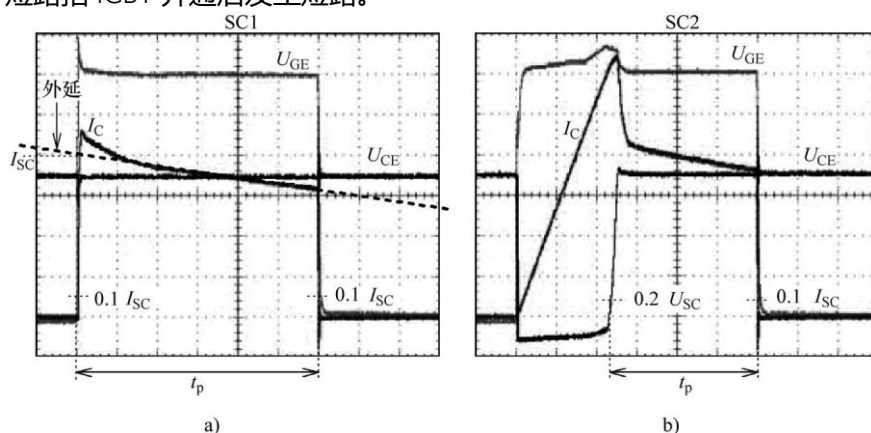
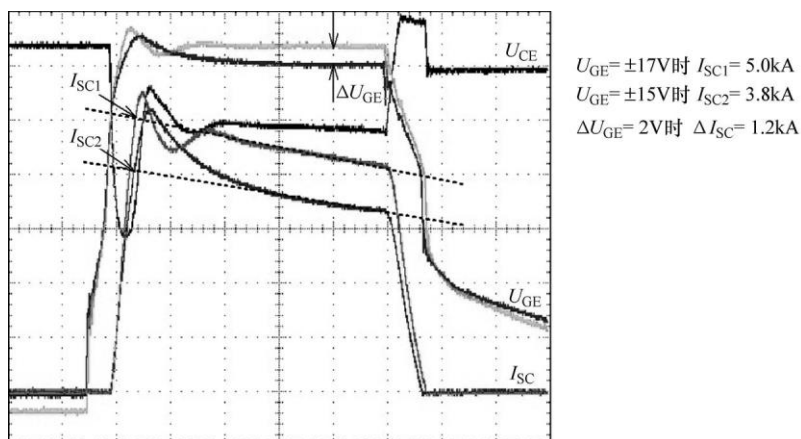
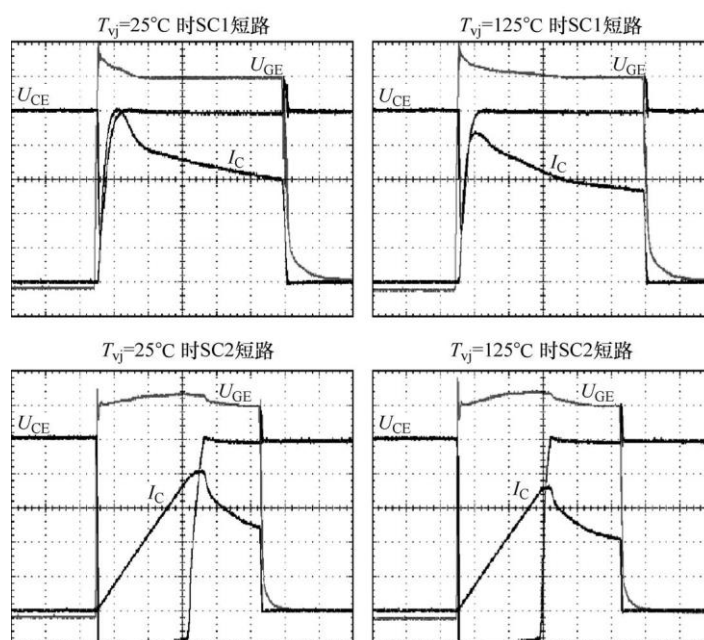

图 3.31 SC1 和 SC2 短路
图 3.32 不同 U_{GE} 时的短路电流 I_{SC}
图 3.33 短路电流 I_{sc} 和结温 T_{vj} 之间的关系(测试条件一致,且没有采用栅极或集电极钳位)
正如前文提到的,可以在图 3.1 所示的半桥电路中测试 IGBT 的短路特性 SC1 和 SC2,如图 3.31 所示。SC1 型短路是指在 IGBT 开通前,已经发生短路,测试中电感 L 需要更换为一个低电感的导线实现桥臂短路。SC2 短路指 IGBT 开通后发生短路。
虽然演示 SC2 短路有一定的危险性,但可通过以下步骤模拟:如图 3.1 所示的半桥测试电路中,用一只几十 nH 的小感量电感 L 。当 IGBT 开通时,集电极电流以正斜率 di_C/dt 上升,电感承受全部电压。当短路电流大到一定程度时,IGBT 开始退饱和。这时电流不再上升,比如 di_C/dt 趋向于零。因此电感不再承受电压,IGBT 也从饱和模式进入短路工作模式。电感的取值要保证 IGBT 在 $5\mu s$ 后进入退饱和模式。图 3.31 给出了两种短路特性的实验结果。对于 SC1 型短路,短路时间 t_p 指电流从上升 I_{SC} 10% 的时刻开始到短路电流下降到 10% 时的时间。然而对于 SC2 型短路,这个时间是从电压上升到 20% 的 U_{DC} 时开始,到电流下降到 10% 的 I_{SC} 为止。
- 驱动电压 U_{GE} :数据手册给出的短路电流或短路 SOA 图表,通常指定驱动 $U_{GE}=15V$ 。不同 U_{GE} 时的短路电流 I_{SC} 如图 3.32 所示。由于 IGBT 存在跨导[⊖],即集电极电流依赖于驱动电压,驱动电压增大或减小会影响短路电流的增大或减小。因此对于 SC1 短路,短路电流不是集电极电流 I_C 的峰值电流,而是在驱动电压为 15V 时,短路电流的线性外延值,如图 3.31a 和图 3.32 所示。
• 短路时间 t_{SC} : 短路时间表明了多长时间的短路会对 IGBT 产生影响(图 3.31 中的 t_p)。一般情况下, 短路时间是由短路能量决定的, 短路能量可通过在短路时间内对短路电流和电压的乘积积分计算得到。但是, 需要特别注意的是, 短路电流越大, 所允许的短路时间就越短。如果短路时间过长, 就会损坏元件。因此如果发生短路, 需要在短路时间内关断 IGBT, 这就对驱动电路提出更高的要求。常用短路时间 t_{SC} 的取值范围在 $6 \sim 10\mu s$, 而短路电流在 $4 \sim 8$ 倍的额定电流。需要注意的是, 短路时间 t_{SC} 只适用于数据手册中指定的条件。比如, 如果 IGBT 在很低的直流母线电压下运行, 那么 t_{SC} 也可以选取更大的值。但是, 厂商很少给出这种关系。短路时间不是唯一的判定标准, 进一步分析可以看出, 可以用短路时芯片内部传递的能量 E_{SC} 来替代短路时间。但是集-射极电压会影响短路能量, 而前者又受到比如换流回路的杂散电感、短路电流等的影响。同样, 短路电流依赖于驱动电压, 而驱动电压又与电压梯度 dU_{CE}/dt 及结温相关。这些参数之间的相关性来之于实际的应用对象, 很难确定其间的定量关系。所以为了简化, 厂商给出了最大短路时间作为一个参考值。
• 结温 T_{vj} : 在短路之前, 结温通常低于数据手册中给出的最大结温 $T_{vj,op}$ 。当 IGBT 短路时, 产生的热量使得芯片温度上升, 当结温超过芯片的极限温度($\geq 200^\circ C$)时就可能损坏。IGBT 温度升高也是图 3.31 和图 3.32 测量的集电极电流下降的原因。数据手册中给出了 $T_{vj,op}$ 下短路时间 t_{SC} 。对于较低的结温, 短路时间也许变大, 但是厂商没有明确地给出这两者之间的关系。结温也可以决定短路电流的绝对值。短路之前的结温越高, 短路电流就越小。图 3.33 给出了短路电流 I_{SC} 和结温 T_{vj} 之间的关系。